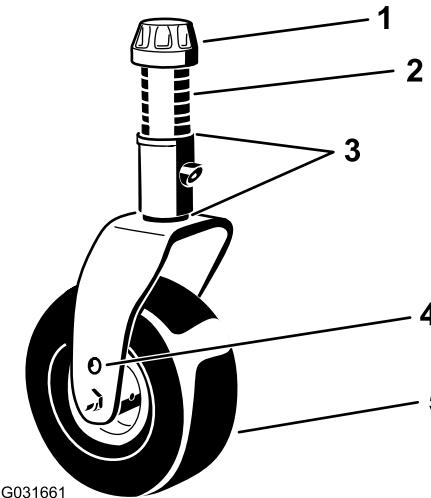

Figura 23
- Utilizando a chave da tampa da roda fornecida, desaperte a tampa de tensão e retire-a do eixo da roda giratória e faça deslizar o eixo da roda para fora do braço da roda (Figura 23).